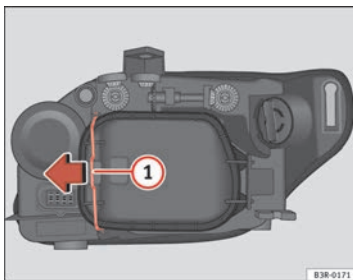

Abb. 212 Standlicht (Fahrzeuginnenseite)
- Den Spanner \Rightarrow Seite 285, Abb. 212  in Pfeilrichtung bewegen und den Deckel abnehmen, indem zuerst die Seite des Spanners und danach die beiden Laschen des anderen Endes des Deckels abgenommen werden.